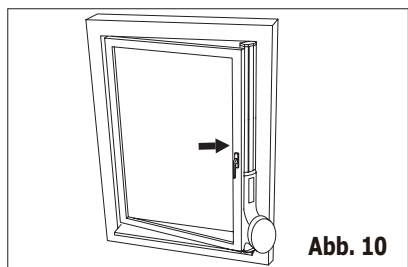

Abb. 10
- Setzen Sie die ausziehbare Fensterleiste in das Fenster. Passen Sie die Länge der ausziehbaren Fensterleiste entsprechend der Fensterhöhe an (Abb. 10).